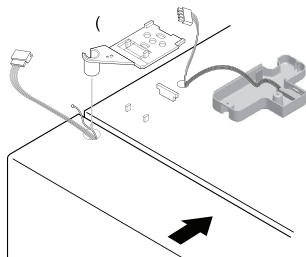

Figura 9a
- b** Deixe a parte superior da porta encostada no gabinete e insira o pino da dobradiça superior no furo superior na porta do freezer. Primeiro insira a parte traseira da dobradiça no gabinete e depois a parte frontal no furo da porta (Figura 9a).